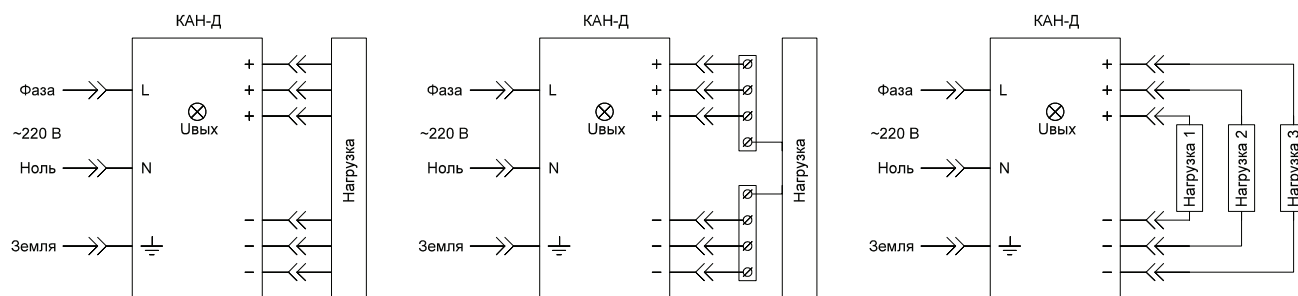

Рис.9. Типовое включение
- присоедините питание и нагрузку согласно рис.9;